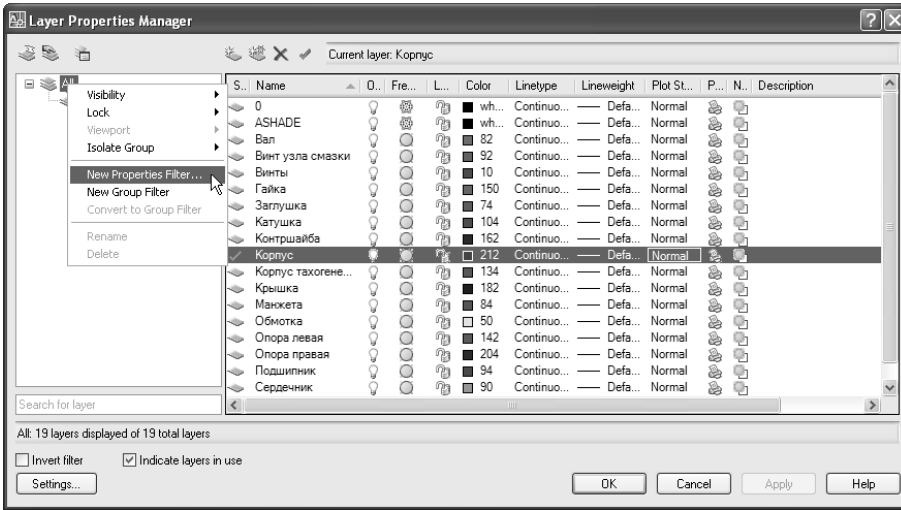

Рис. 4.21. Создание нового фильтра свойств с помощью контекстного меню фильтра **All**
3. Щелкните по кнопке  **New Property Filter** (Новый фильтр по свойствам) панели инструментов списка фильтров или нажмите комбинацию клавиш **Alt+P**. Можно также щелкнуть *правой* кнопкой мыши и выбрать команду контекстного меню **New Property Filter** (Новый фильтр по свойствам) — рис. 4.21.
3. Щелкните по кнопке  **New Group Filter** (Новый групповой фильтр) панели инструментов списка фильтров или нажмите комбинацию клавиш **Alt+G**. Можно также щелкнуть *правой* кнопкой мыши и выбрать команду контекстного меню **New Group Filter** (Новый групповой фильтр) — см. рис. 4.21.